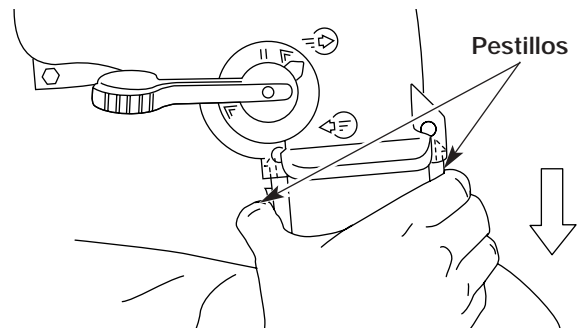

Fig. 20
1. Pulse los pestillos situados a ambos lados del adaptador del saco de colector de residuos para retirarlo del aparato (Fig. 20).